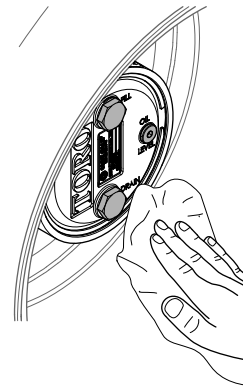

Bild 108
3. Wischen Sie das Gehäuse des Planetengetriebes und der Bremse ab (Bild 108).